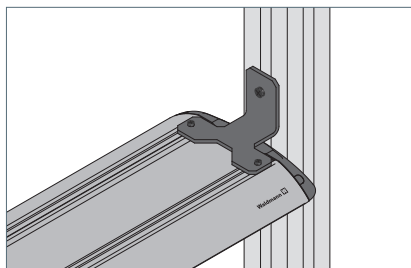

Fig. 13: Leuchte mit Montageart „Seitlich“ montieren.
- ▶ Montieren Sie die Leuchte mit einer geeigneten Schraube an die Montagefläche, siehe Fig. 13.